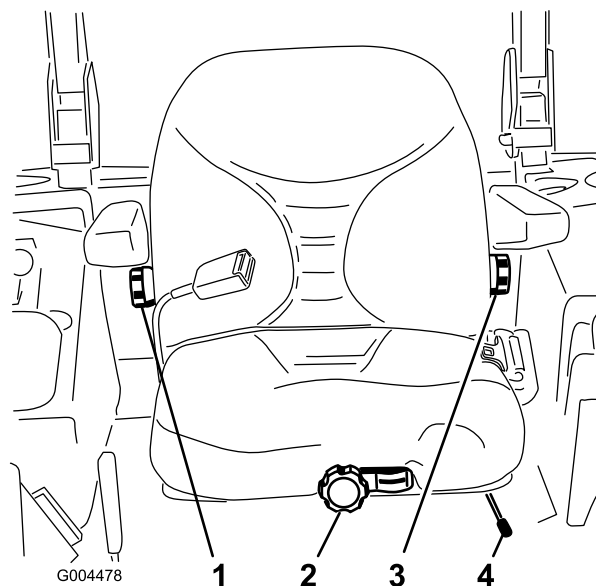

Figure 33
1. Poussez le levier de réglage sur le côté pour débloquer et régler le siège (Figure 33).
Sans vous asseoir sur le siège, tournez le bouton avant dans un sens ou dans l'autre pour obtenir la position la plus confortable (Figure 33).
Pour ce faire, tournez le bouton situé sous l'accoudoir droit dans un sens ou dans l'autre pour obtenir la position la plus confortable (Figure 33).
Pour le régler, tournez le bouton situé sous l'accoudoir gauche dans un sens ou dans l'autre pour obtenir la position la plus confortable (Figure 33).